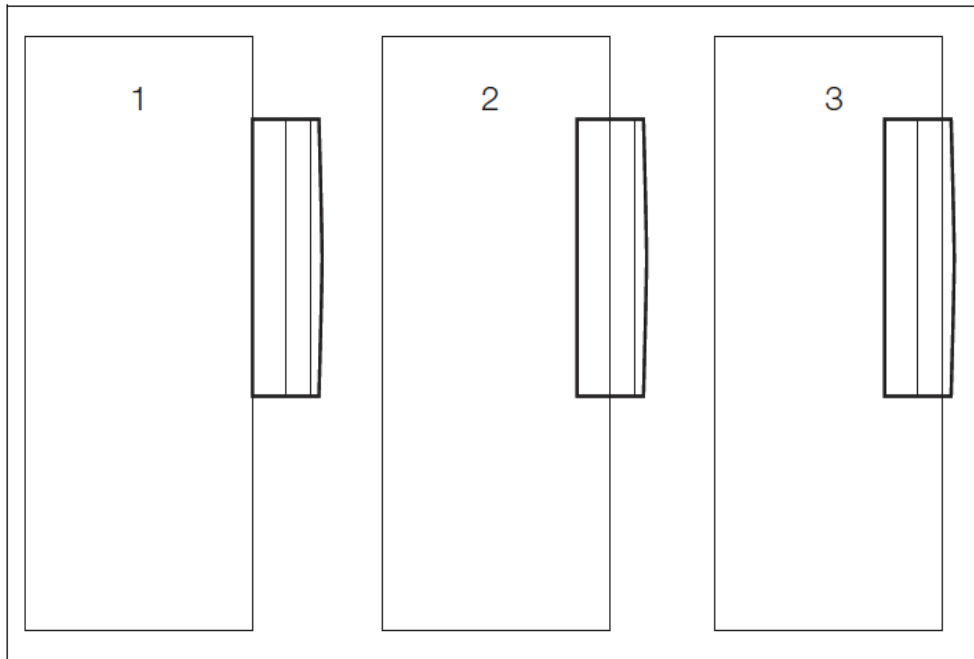

Рис. 3 Варианты монтажа кондиционера.
4.9. Монтаж ХМ на шкаф (рис.3) может производиться в трех положениях - наружный (1), полуутопленный (2) или утопленный (3):